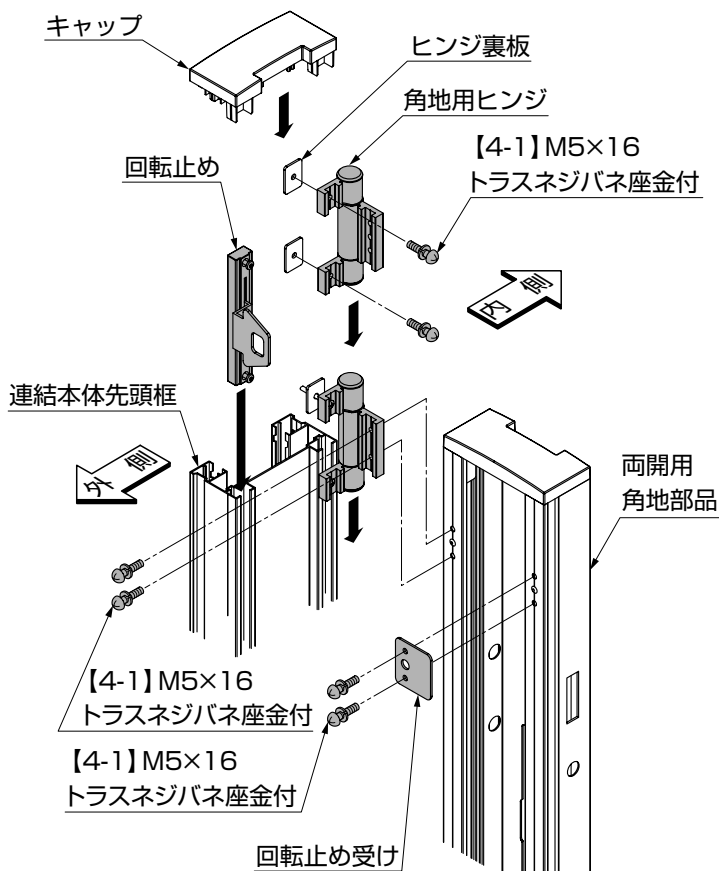
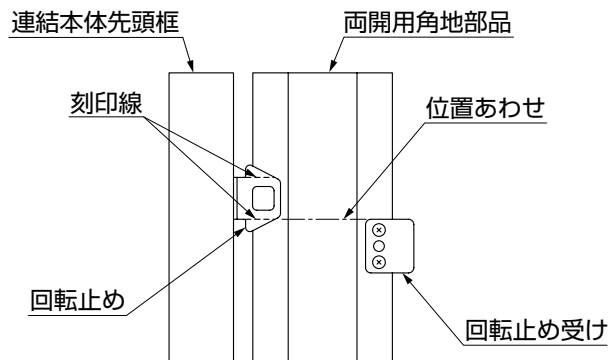

図6-2
図6-3
- ① 連結本体先頭框の内側のスリット部分に角地用ヒンジを2個挿入し、両開用角地部品に固定してください。（図6-2参照）
- ② 連結本体先頭框の上端と両開用角地部品の上端を合わせ、連結本体先頭框に【4-1】で固定してください。（図6-2参照）
- ③ 回転止め受けを両開用角地部品の外側に取付けてください。（図6-2参照）
- ④ 回転止めを連結本体先頭框の外側スリットに挿入してください。
- ⑤ 回転止めの位置を調整し、回転止めのネジをしっかりと固定してください。（図6-3参照）
- ⑥ (1) で外した連結本体先頭框のキャップを取り付けてください。（図6-2参照）
- ⑦ 両開用角地部品に錠受け金具の取付けを参考に錠受け金具（両開き用）とハンドル受け（外側）、ハンドル受け（内側）を取付けてください。（「3-3錠受け金具の取付け（1）両開きの場合」参照）
- 回転止めの固定の際、回転止めの刻印線と回転止め受けの上面を合わせてネジをしっかりと固定するようにしてください。（図6-3参照）